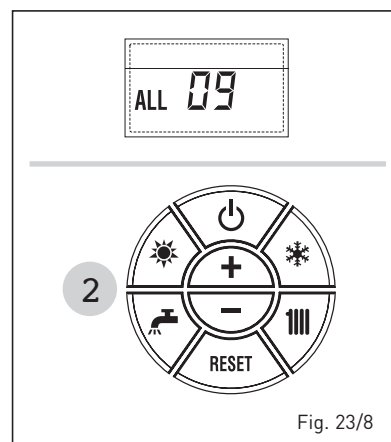

Fig. 23/8
– **ANOMALÍA SONTA AUXILIAR “AL 10” (fig. 23/9)**
**CALDERA CON ACUMULADOR:** Anomalía sonda calentador (SB). Cuando la sonda del quemador está abierta o en cortocircuito, en el display se visualiza la anomalía ALL 10. La caldera funciona pero no efectúa la modulación de potencia en fase sanitario.
**CALDERA SÓLO CALEFACCIÓN:** Anomalía sonda anticongelante (SA), en las calderas que prevén el uso de la sonda anticongelante. Cuando la sonda está abierta o en cortocircuito, la caldera pierde una parte de la funcionalidad anticongelante y en el display se visualiza la anomalía ALL 10.
**CALDERA COMBINADA CON INSTALACIÓN SOLAR:** Anomalía sonda entrada sanitario (ST). Cuando la sonda está abierta o en cortocircuito, la caldera pierde la función solar y en el display se visualiza la anomalía ALL 10.